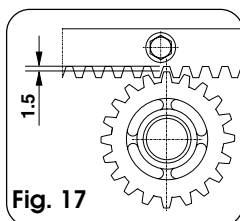

Fig. 17
- Na de installatie van de tandheugel is het, om correct ingrijpen met de pignen te garanderen, goed om de positie van de motorvertraging ongeveer 1,5 mm (fig. 17) te verlagen.